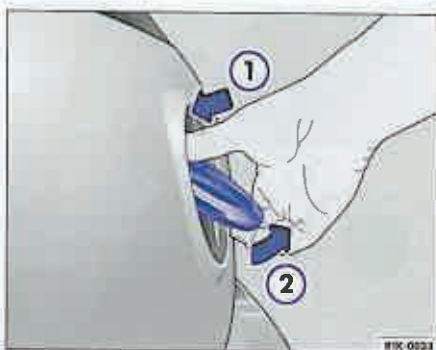

Fig. 32 Deschiderea din exterior a hayonului.
– Apăsai cu degetele mari, sus, pe sigla Volkswagen ⇒ fig. 32 (săgeata ①) și rabatați sigla în jos.
– Prindefi cu mâna sub siglă și deschideți hayonul ⇒ fig. 32 (săgeata ②). Sau